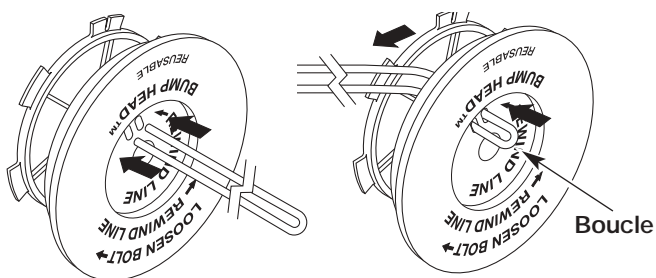

Fig. 31
6. Découpez environ 5 m (16 pi) de fil neuf et faites-en deux boucles de longueurs égales. Insérez chaque extrémité de fil dans l'un des deux trous du moulinet (Fig. 31). Tirez le fil à travers le moulinet pour que la boucle soit le plus petit possible.